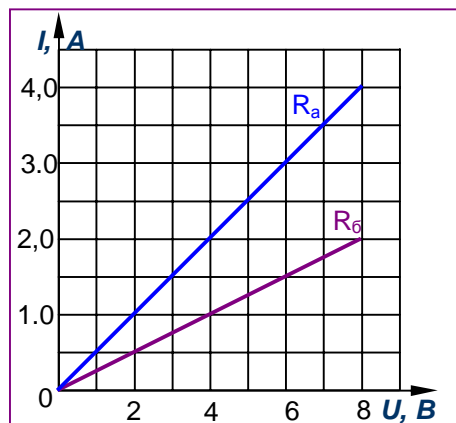

Рис. 91. Зависимость силы тока I от напряжения U при $R=\text{const}$
7. На *рис. 91* изображены графики зависимости силы тока от напряжения для двух проводников R_a и R_b . Какой из этих проводников обладает большим сопротивлением? Определите сопротивление каждого из проводников.